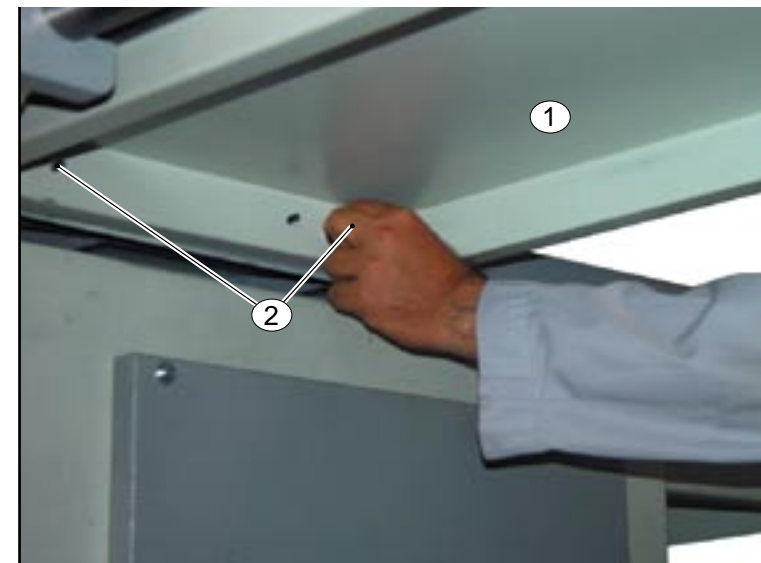

Fig. 5.8.2A
5.8.2. MONTAGGIO PIANO LATERALE E PIEDE DI APPOGGIO FIG. 5.8.2A, 5.8.2B, 5.8.2C, 5.8.2D
- Fissare il piano pos. 1 al piano della macchina pos. 3 mediante le viti in dotazione pos. 2
- Fissare il piede pos. 5 al piano laterale pos. 3 mediante le viti e i dadi pos. 4
- eseguire il livellamento mediante le viti poste sulla parte inferiore dei piedi pos. 6